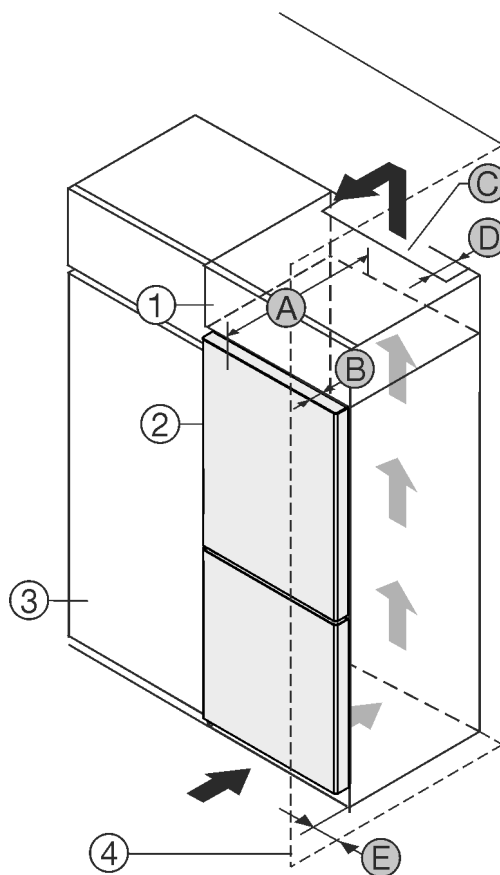

Fig. 1
- (1) Nadgradna omara
- (2) Naprava
- (3) Kuhinjska omara
- (4) Stena
- (A) Globina naprave
- (B) Globina vrat
- (C) Presek prezračevanja
- (D) Odmik hrbtno strani naprave
- (E) Odmik do strani naprave
Aparat lahko postavite neposredno ob kuhinjsko omaro Fig. 1 (3).
Na zadnji strani nadgradne omare mora biti zaradi prezračevanja in odzračevanja po vsej širini nadgradne omare prezračevalni jašek globine Fig. 1 (D).
Pod stropom je treba upoštevati presek prezračevanja Fig. 1 (C).
Če aparat postavite s tečaji ob steni Fig. 1 (4), mora razdalja med aparatom in steno znašati vsaj 13 mm.
Če aparat postavite s tečaji ob steni Fig. 1 (4), mora razdalja med aparatom in steno znašati vsaj 20 mm.
Da lahko vrata povsem odprete, mora aparat štrleti ven vsaj za globino vrat Fig. 1 (B) glede na sprednji del kuhinjske omarice. Odvisno od globine kuhinjskih omaric Fig. 1 (3) in uporabe stenskih distančnikov lahko aparat štrli bolj ven.